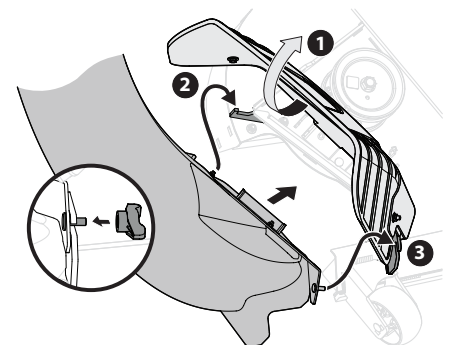

Figure 20
2. Soulevez le déflecteur d'éjection et retenez-le (1), installez le coude de la goutlotte (819-011280) en insérant la languette située en haut à l'arrière droite du plateau de coupe, dans le trou du coude de la goutlotte (2), comme indiqué dans la Figure 20.
3. Soulevez le coude de la goutlotte vers l'avant et glissez-le sous le déflecteur d'éjection relevé à l'étape 2, jusqu'à ce que le goujon du coude de la goutlotte s'aligne avec la fente du plateau de coupe. Voir (3) dans la Figure 20.
- Fixez le coude de la goulotte sur le plateau de coupe avec l'écrou papillon (720-04122) fourni dans le kit de quincaillerie (689-02619). Voir l'encadré de la Figure 20.